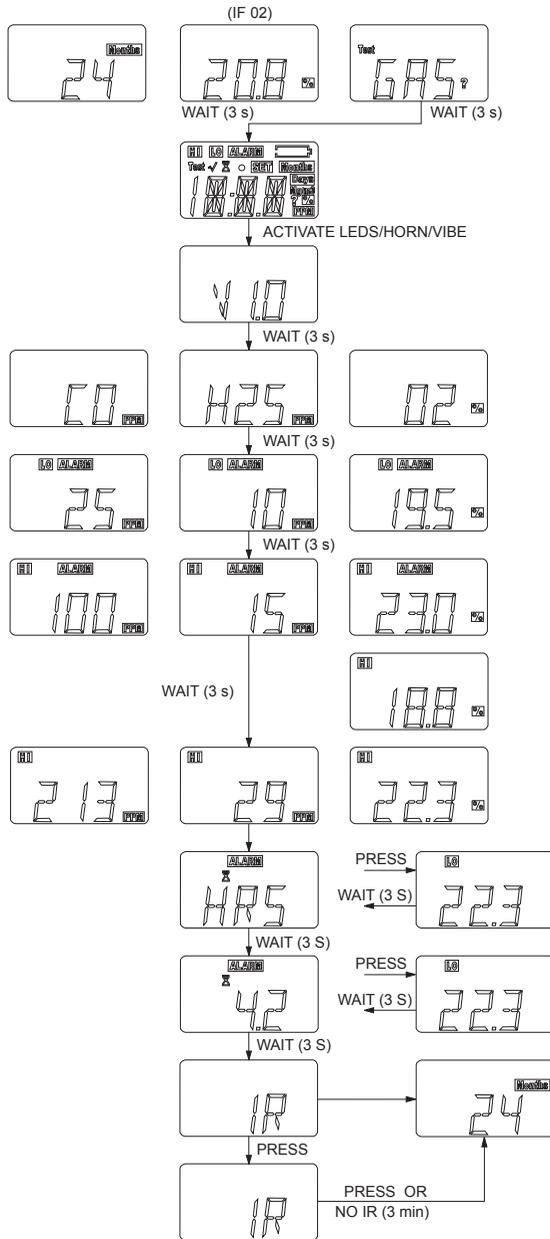

Fig. 5 Visualizzazione dei dati dello strumento
- (1) Premendo il tasto [TEST] è possibile richiamare i dati dello strumento salvati in memoria (→ Fig. 5).